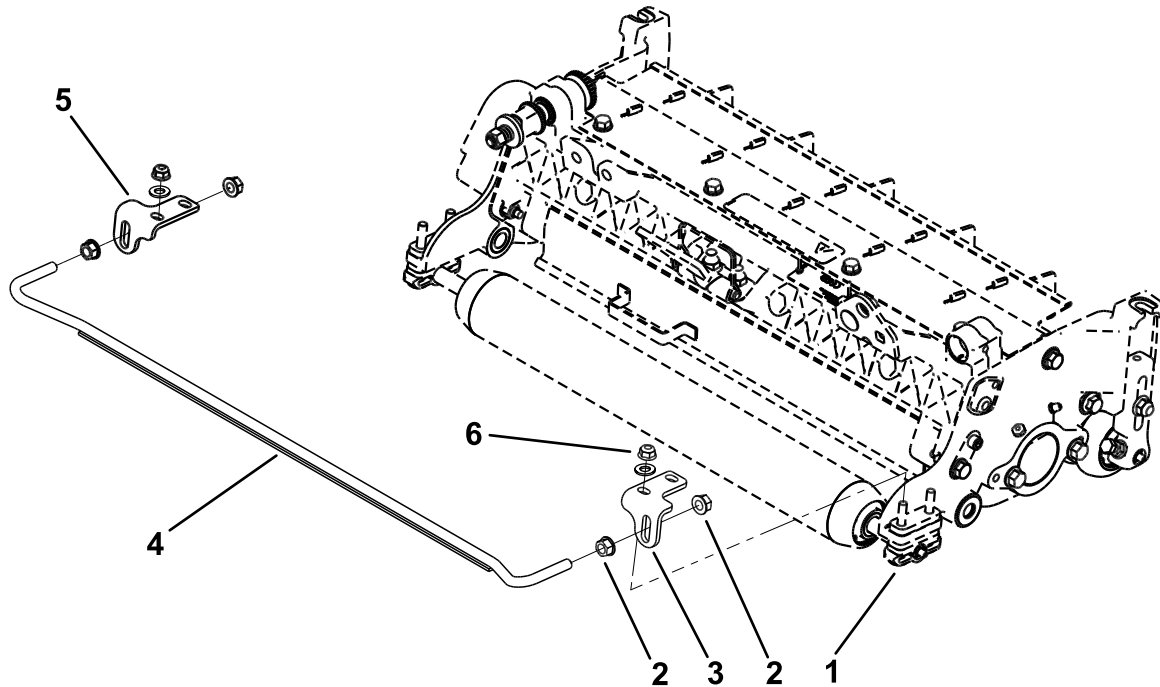

Bild 3
- Befestigen Sie die entsprechende Abstreiferhalterung (rechts oder links) mit zwei Sicherungsbundmutter ($\frac{5}{16}$ ") und zwei Unterlegscheiben an jeder Rollenhalterung. Positionieren Sie die Halterungen wie in **Bild 3**
4. Schrauben Sie eine Sicherungsbundmutter ($\frac{3}{8}$ ") auf jedes Ende der Abstreiferleiste, wie in Bild 3 dargestellt.
5. Stecken Sie die Abstreiferleiste in die Abstreiferhalterungen und befestigen sie lose mit zwei Sicherungsbundmutter ($\frac{3}{8}$ "), wie in Bild 3 dargestellt.